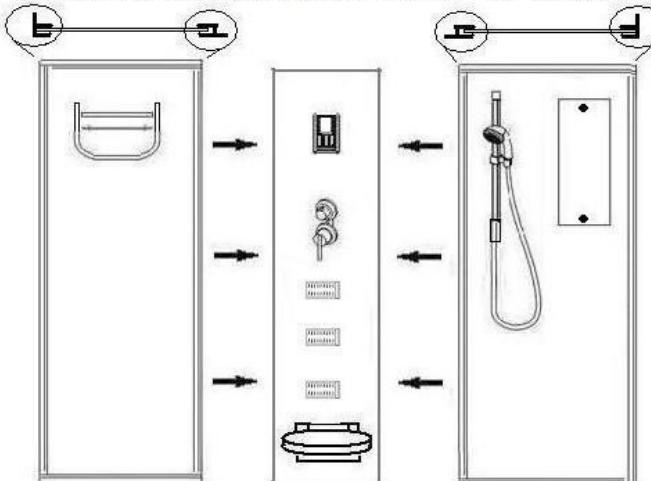

Рис. 3
4.1. Сборка задних стенок (рис.3). Внимание! Сборка каркаса задних стенок для душевых кабин DUNAY 110/26 и DUNAY 120/26 производится в соответствии с инструкцией, вложенной в упаковку с задними стенками.
Совместите отверстия для крепежа на центральной стойке /7a/ и на задних стенках /5 и 8/, скрепите их с помощью саморезов 4*8 /36/ (рис. 3) На места соединения центральной стойки с задними стенками предварительно нанесите санитарный герметик.